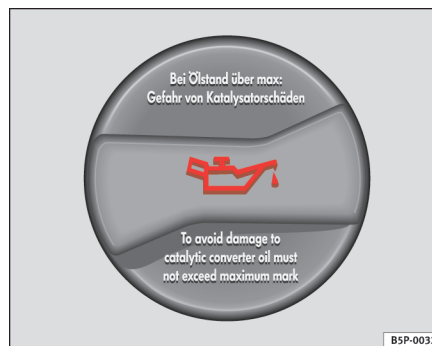

Fig. 126 Dans le compartiment-moteur : bouchon de l'orifice de remplissage d'huile-moteur
- Dévissez le bouchon de remplissage d'huile-moteur ⇒ fig. 126.